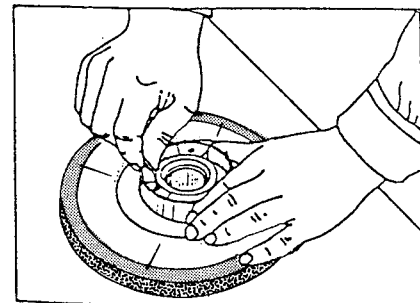

図1-24
③ 指針が「0」を指してバランスがとれたら、砥石の左右が逆になるように、砥石を180°回して、同じようにバランスがとれているかどうか確認する。
④ 砥石を任意の位置に回して、すべての位置でスイングフレームが傾かないことを確認し、2個のバランス駒を本締する(図1-24)。